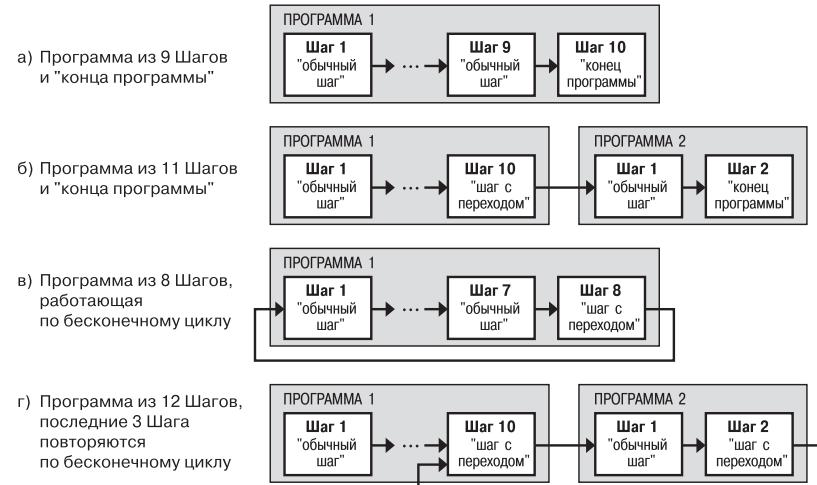

Рис. 3. Примеры Программ, которые можно реализовать с помощью различных типов Шагов
- Программу, состоящую более чем из 10 Шагов (рис. 3, б, г);
- Программу, работающую по бесконечному циклу (рис. 3, в, г).
Нециклическая Программа в TPM151-08 (рис. 3, а, б) состоит из последовательности «обычных шагов» и «шагов с переходом», которая заканчивается Шагом типа «конец программы».